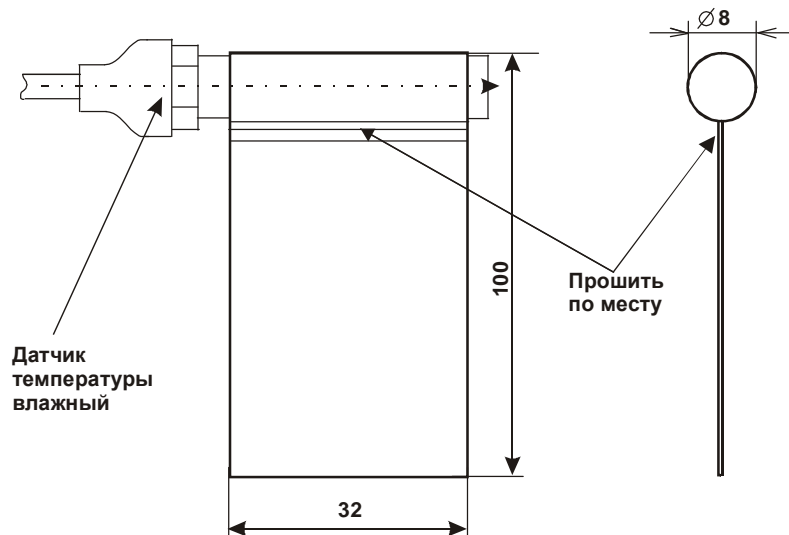

Рис. 4. Установка фитиля на влажном датчике
10.3 Периодически (один раз в месяц) следует заменять фитиль на влажном датчике температуры. Фитиль должен быть изготовлен из мягкой хлопчатобумажной стираной материи в соответствии с рис. 4.